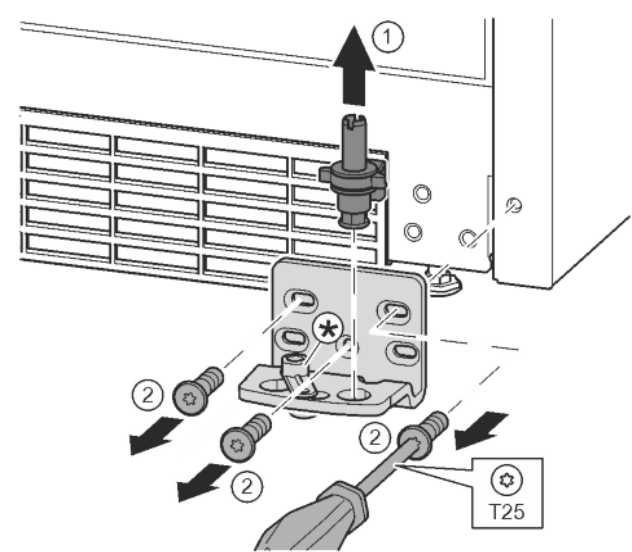

Fig. 17
- ▶ Extrageți complet boltul de lagăr în sus. Fig. 17 (1)
- ▶ Deșurubați șuruburile cu șurubelnița T25 și detașați suportul de lagăr. Fig. 17 (2)